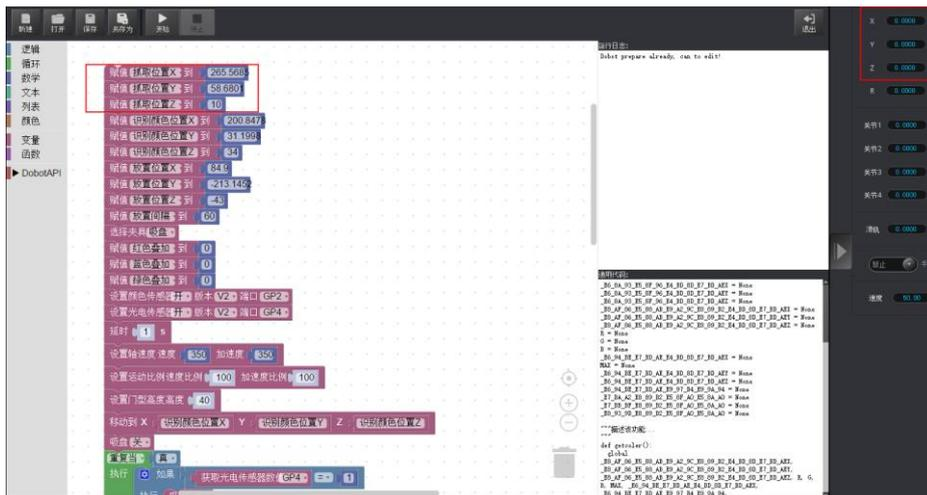

图 4.7 修改 Blockly 中抓取位置 XYZ
2. 此时，DobotStudio中的控制面板会自动读取当前XYZ轴的值，将读取的数值填入分拣demo中。如图 4.7所示。